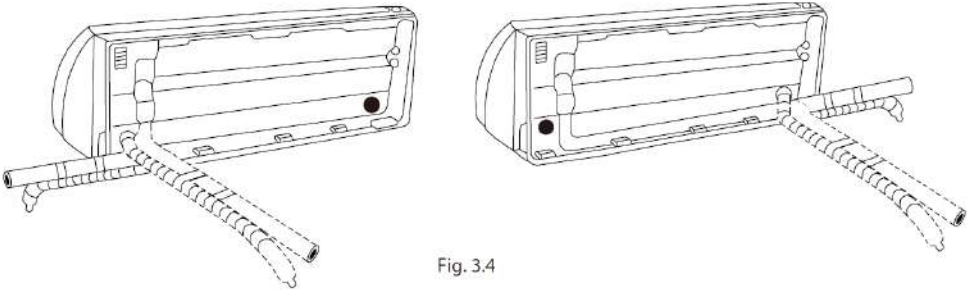

Fig. 3.4
- Consultati Fig. 3.4 pentru detalii.